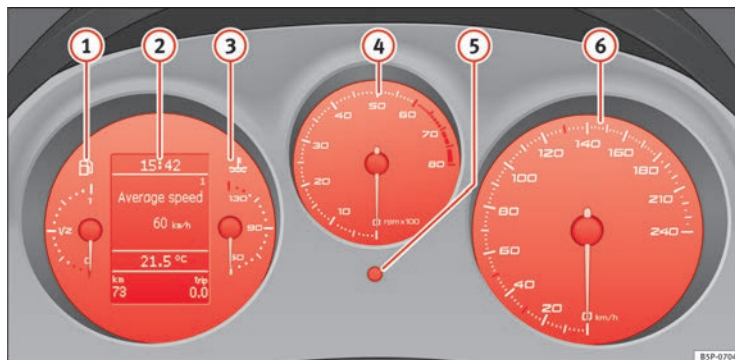

Abb. 34 Ausschnitt von der Instrumententafel: Kombiinstrument
Der Beginn des roten Bereichs **⇒ Abb. 34 ** weist auf die maximale Motordrehzahl bei Betriebstemperatur hin. Vor Erreichen dieses Bereiches sollte in den nächsthöheren Gang geschaltet, die Wählhebelstellung D gewählt oder der Fuß vom Gaspedal genommen werden.
- Zur Einstellung der Stundenzahl den Einstellknopf **⇒ Abb. 34 ** bis zum ersten „Klick“ nach rechts drehen. Die Stundenzahl blinkt auf. Zur Einstellung der Stundenzahl den Knopf drücken.